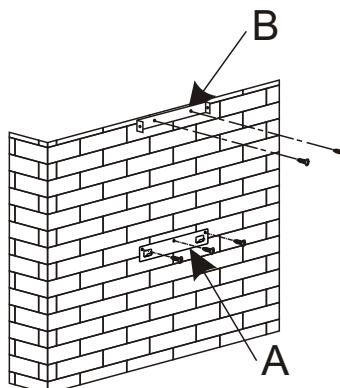

Bild. 1
Om du har ett utlopp till utomhusmiljö (bild. 1)
- Borra de tre hålen med en diameter på 8 mm på en lämplig plats på väggen och sätt i pluggarna (del A, bild 1).
- Säkra kåpans upphängningseenhet och se till så att den sitter helt plant (del A, bild 1.)
- Beräkna den definitiva höjden för att fixera kanalkonsolens U-fäste (del B, bild 1).
- Borra hål med 8 mm diameter och se till så att de är fixerade på stödfästet längs samma axel som kåpan (del B, bild 1).
- Beräkna den def initiva höjden för att fixera kanalkonsolens U-fäste (del B, bild 1).